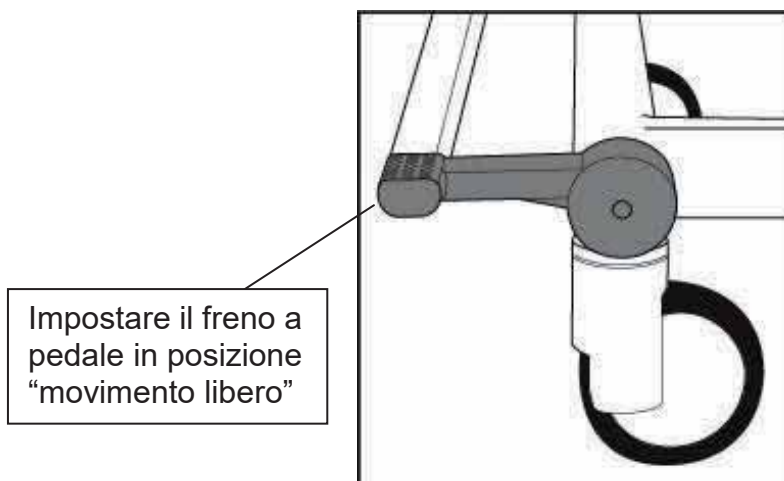

Fig. 2 - Posizione movimento libero
2. Controllare che i freni siano sbloccati e che i freni a pedale siano in posizione “movimento libero”. **(vedere fig. 2).**